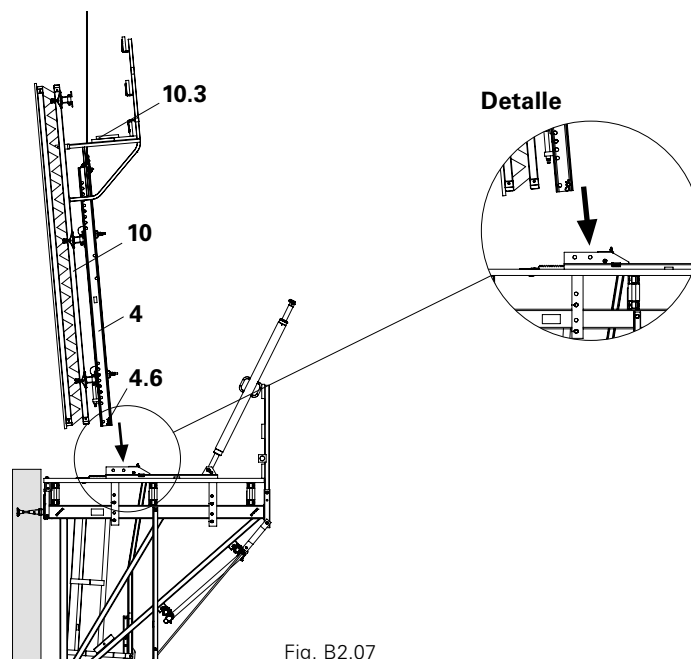

Fig. B2.07
3. Abrir la plataforma de hormigonado (10.3) sobre el perfil vertical. Asegurar las piezas sueltas. (Fig. B2.07)
4. Enganchar todo el módulo al perfil vertical (4) y posicionarlo sobre la consola CB 240. (Fig. B2.07)
5. Fijar el perfil vertical CB con bulón  $\varnothing 25 \times 180$  y grupilla de seguridad (4.6) al carro. Orificio en el carro ver detalle. (Fig. B2.07)